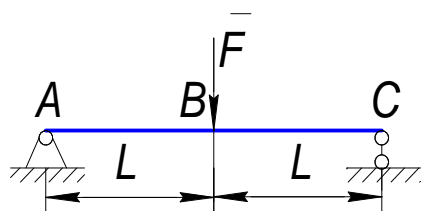

Рис.2.25
2.55. Максимальный изгибающий момент в балке (рис.2.25) равен [простой выбор]: